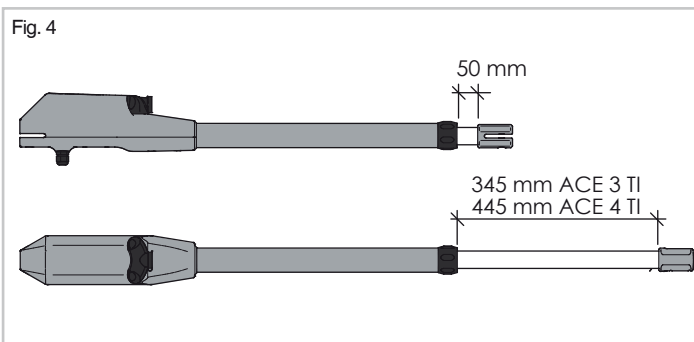

Fig. 4
**Com portão aberto** o braço em aço inox deverá recolher mínimo 50 mm (Fig. 4).